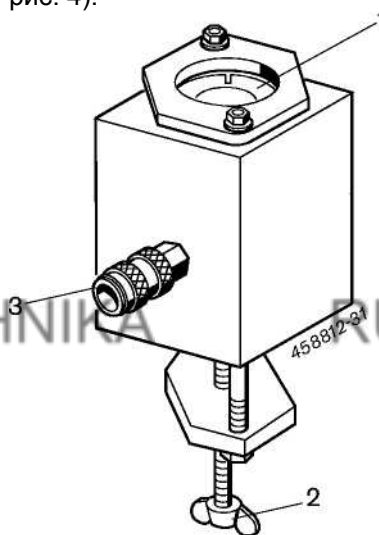

Рис. 6. Камера впрыска:
1. Ослабить зажимное кольцо **1** (см. рис. 6) вращением натяжного болта **2** (см. рис. 6) в направлении против движения часовой стрелки.
2. Камеру впрыска до упора надвинуть на распылитель инжектора системы Common Rail для легковых дизелей (CRI) или форсунки в сборе (DHK) / насос-форсунки (UI).
3. Камеру впрыска зажать вращением натяжного болта **2** (см. рис. 6) в направлении по часовой стрелке.